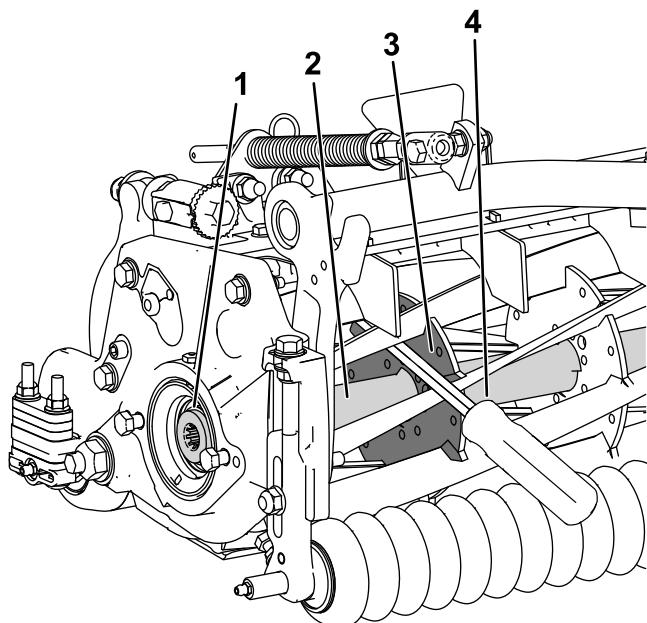

图 29
1. 将一根长柄撬棍建议尺寸为 0.95cm x 30.48cm 带螺丝刀柄插入滚刀组前面最靠近需要扭转的滚刀组一侧 图 29。
2. 将撬棍靠着内部滚刀组加强板的焊接侧放置 图 29。